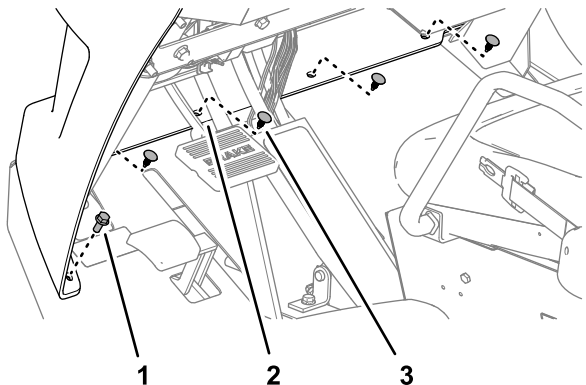

図 141
4. 押し込み式ファスナー4つを使って、フードの下部フランジをマシンに取り付けます (図 141)。
5. フランジヘッドボルト (5/16 x 3/4 ") 2本を使って、フランジをマシン (図 141) に固定します。